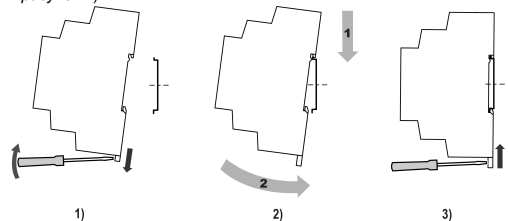

Рисунок 1 – Установлення пристрою
2. Установити пристрій на DIN-рейку відповідно до *рисунок 1* у напрямку стрілки 1;